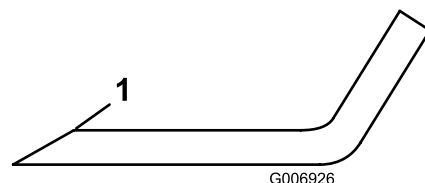

Bild 87
4. Untersuchen Sie die Schnittkanten aller Messer. Wenn sie stumpf sind oder Kerben aufweisen, schärfen Sie nur die Oberseite der Schnittkanten und behalten dabei den ursprünglichen Schnittwinkel bei, um die Schärfe des Messers zu gewährleisten (Bild 87).